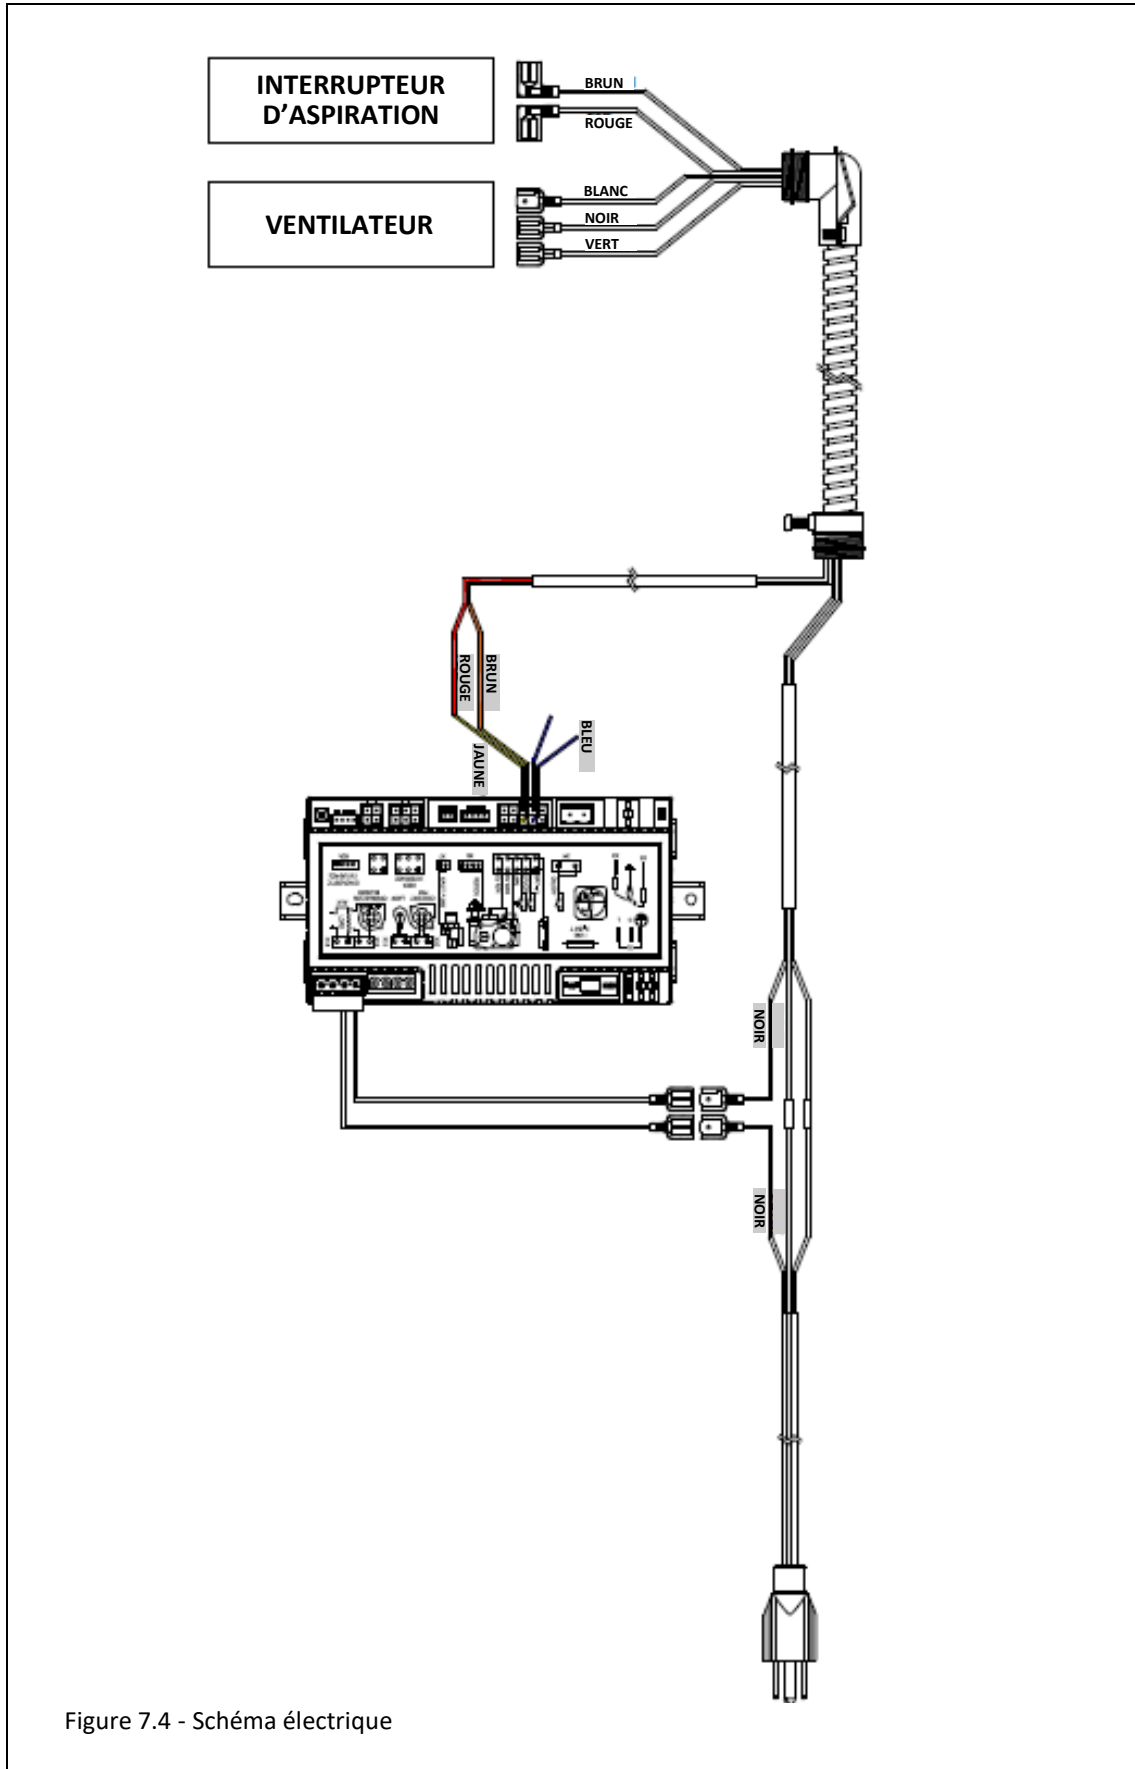

Figure 7.4 - Schéma électrique
**NOTE: Utilisez la Figure 7.4 (page 21) comme schéma de câblage de référence pour les instructions suivantes.**